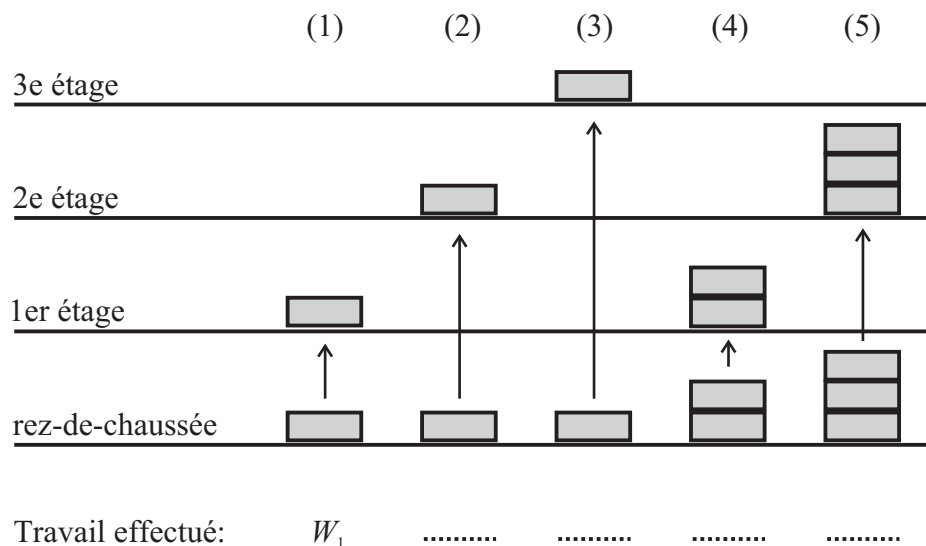

FIGURE 32 – Le travail dépend de la force et du déplacement
**Exemple 5.2** Monsieur Martin est en train de déménager et doit monter des caisses de même masse du rez-de-chaussée au 1er étage, 2e étage, ... On notera  $W_1$  le travail effectué pour monter une caisse au 1er étage. Il s'agit de déterminer le travail dans chacun des autres cas de la figure 32 en fonction de  $W_1$ .